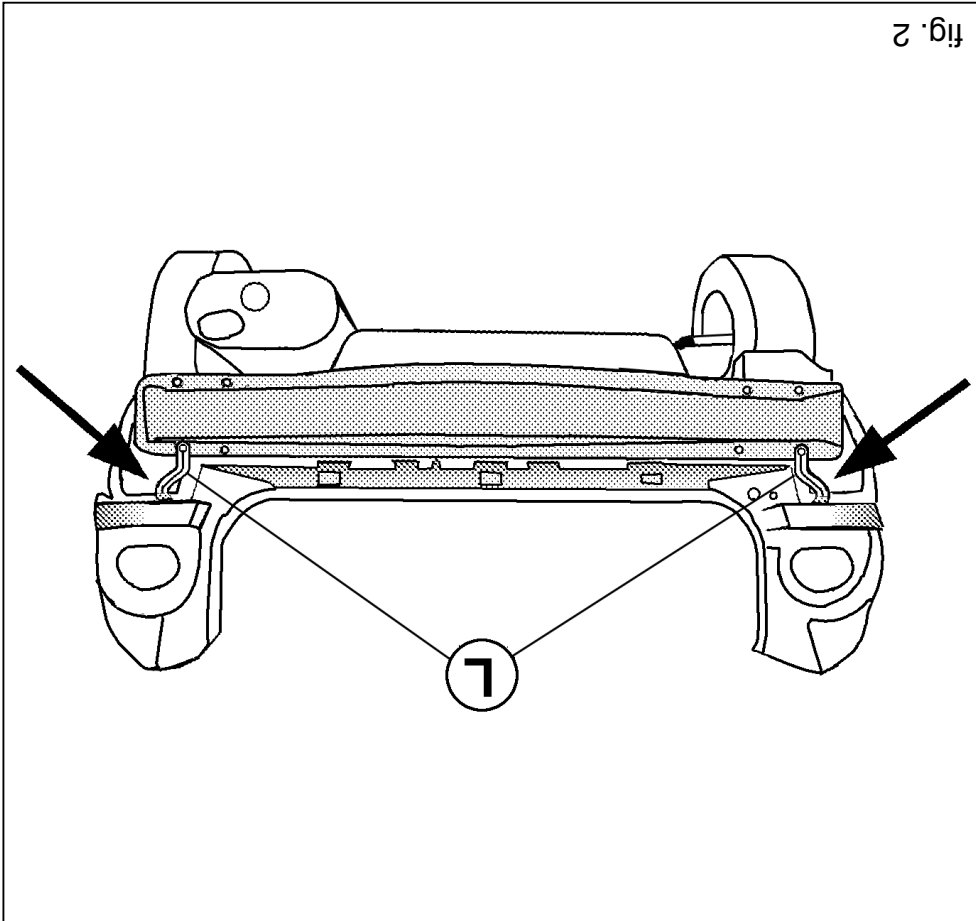

fig. 2
2. Bevestig het bumper-binnenwerk, inclusief de s-vormige steunen L links en rechts t.p.v. de punten A aan de trekhaak d.m.v. vier bouten M8x30, sluitringen en de originele moeren van het voertuig, zie fig.2.
2. Attach the bumper inner fittings including S-shaped supports L left and right to the towbar at points A, using four M8x30 bolts, plain washers and the original nuts from the vehicle, as shown in fig. 2.
2. Die Stoßstangeninnenverkleidung, einschließlich S-förmiger Halterungen L links und rechts bei den Punkten A mit Hilfe von vier M8x30-Schrauben, Unterlegscheiben und den Originalmutter des Fahrzeugs gemäß Abb. 2 an der Anhängervorrichtung befestigen.
2. Przy mocować wyposażenie wewnętrzne zderzaka wraz ze zawiera wsporniki L prawej i lewej stronie o kształcie S. w punktach A na zderzaku, przy pomocy czterech śrub M8x30, pierścieniami sprężystymi i oryginalnych nakrętek z pojazdu, zgodnie z rys. 2.
2. Fixer la garniture de pare-chocs, Y compris les supports L gauche et à droite en forme de S à l'attache-remorque à l'emplacement des points A, à l'aide de quatre boulons M8x30, les rondelles de blocage et des écrous originaux du véhicule, conformément à la fig. 2.